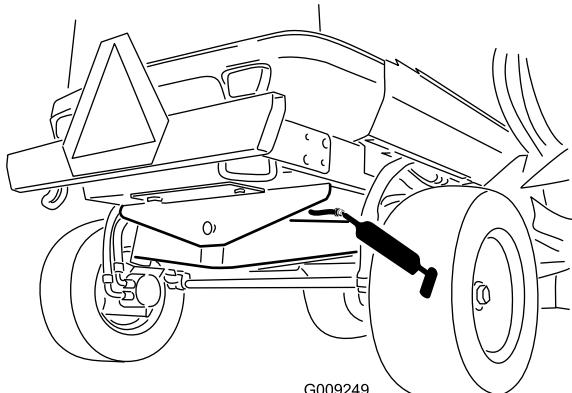

Figura 48
- Casquillo del pivote del eje trasero (1) (Figura 48)